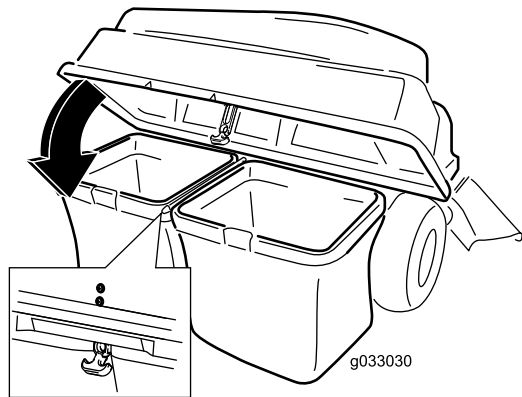

Figura 17
5. Abbassate il coperchio sui cestri (Figura 17).